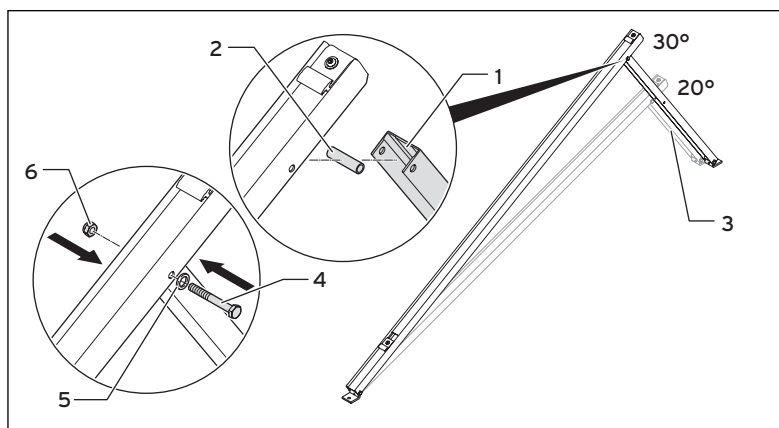

Fig. 5.10 Montage des bâtis
- Serrez fortement la vis sur le rail de placement (→ **fig. 5.10, pos. 4**).
- Placez le pied du rail de placement de façon qu'il puisse rester debout sur la tuile plate (1).
- Vissez l'écrou supérieur (2) et fixez-le sur la partie supérieure du pied (avec une clé SW 17).
- Coupez la tige filetée directement au-dessus de l'écrou (3).
- Ébavurez l'interface (4).
- Serrez complètement les vis des pieds (5).
- Serrez fortement la vis sur le rail de placement (→ fig. 5.10, pos. 4).